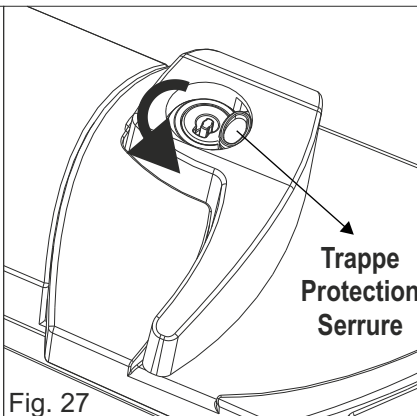

Fig. 27
- 1) Tournez dans le sens inverse des aiguilles d'une montre la trappe de protection de la serrure (Fig. 27)